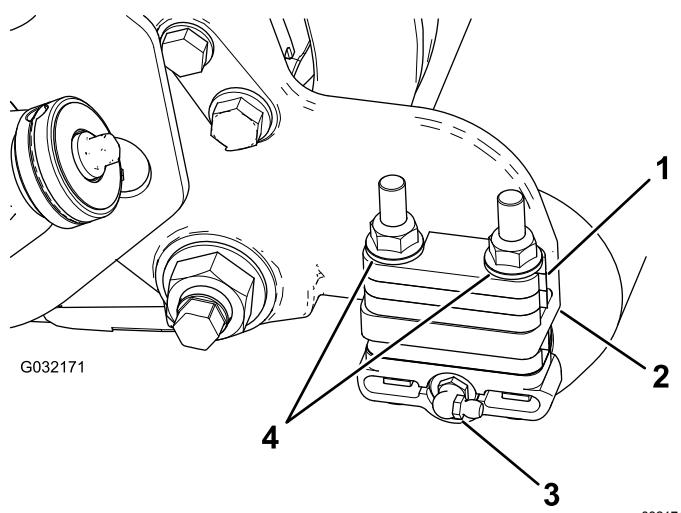

図 3
2. ローラブラシハウジングのついているカッティングユニットの側面からグリスフィットティングを外す図 3。
4. 各ローラブラケットをサイドプレートに固定しているフランジロックナット2個を取り外す。またサイドプレートの取り付けフランジに 6mm のスペーサが取り付けてある場合はそれらをすべて取り除く図 3。